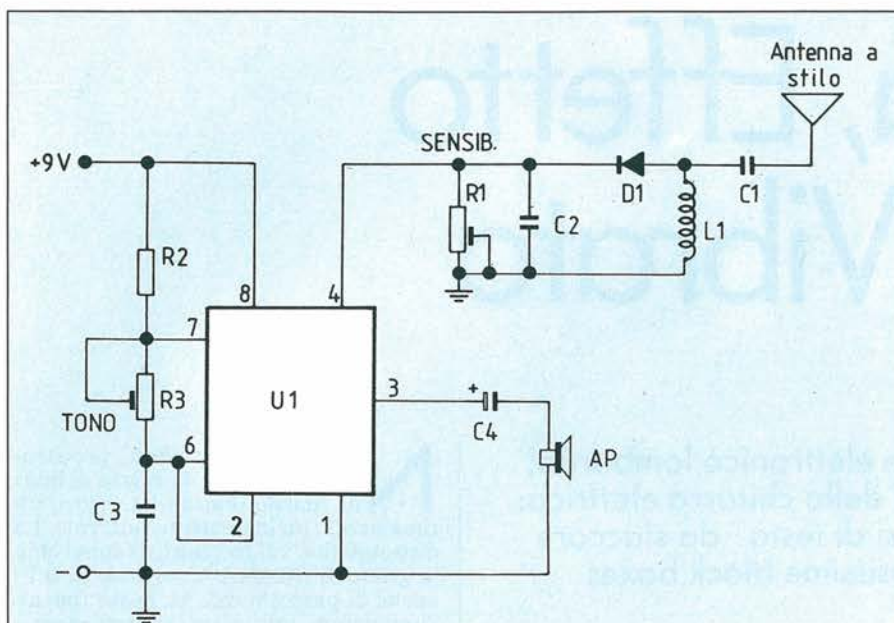

Figura 1. Schema elettrico del monitor acustico di trasmissione.
Soprattutto se la cosa si può risolvere in modo assai più semplice col progettino che vi proponiamo, in grado di emettere un beep nitido e inequivocabilmente comprensibile tutte le volte che il tx entra in funzione. In queste condizioni, infatti (si veda lo schema di Figura 1) l'antenna capta il segnale irradiato e, tramite C1, lo avvia al diodo D1 che lo rivela e, con l'aiuto di C2, lo trasforma in una modesta tensione continua, che viene ora applicata tramite il trimmer di regolazione della sensibilità R1 al piedino di trigger (4) dell'integrato U1, che è un 555. La presenza di una cc al pin 4 abilita l'oscillatore di bassa frequenza realizzato intorno all'integrato, determinando l'emissione di un segnale acustico all'altoparlante Ap. Mediante il trimmer R3 è infine possibile regolare la frequenza della nota acustica.